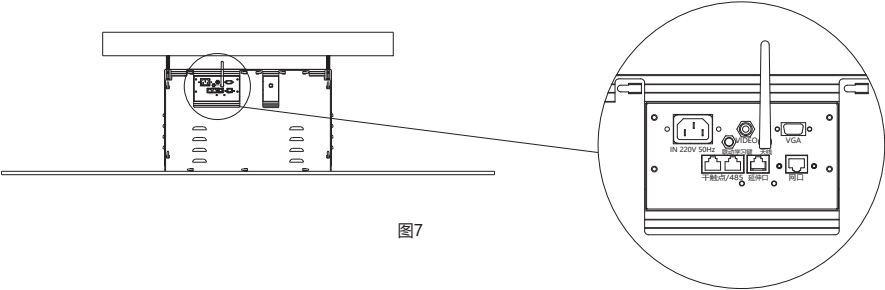
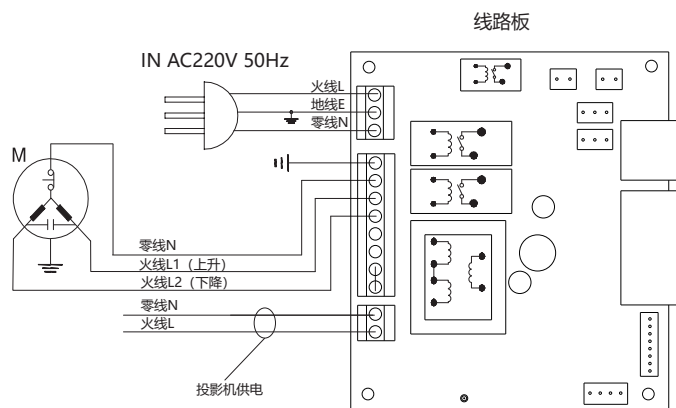

图7
图8
5.如图7所示，连接好电源线、信号线。（附电路接线图，如图8）